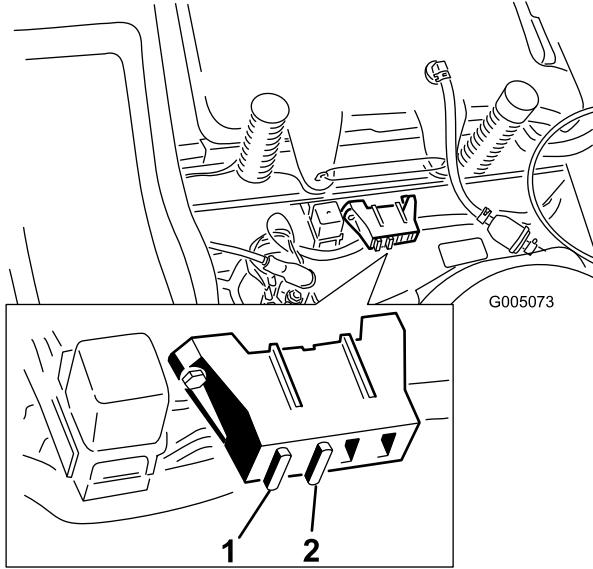

Figura 34
- Alzate il sedile per accedere al portafusibili (Figura 34).
- Per sostituire un fusibile, tiratelo (Figura 34) ed estraetelo dall'attacco.